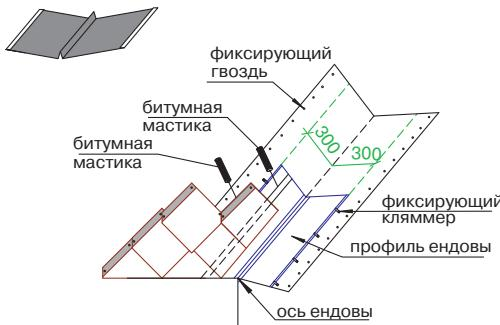

Рис. 4
Ендова (рис. 4)
- далее устанавливаются внахлест специальные коньковые элементы (направление укладки по преимущественному направлению ветра). Каждый коньковый элемент плотно прижимается к основанию кровли и фиксируется двумя гвоздями из нержавеющей стали длиной 35 мм, которые перекрываются следующим коньковым элементом (рис. 4в).